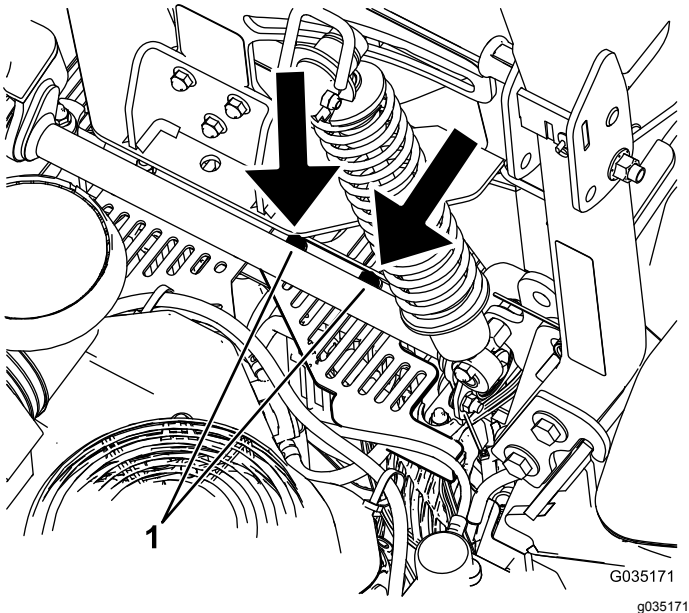

Figura 64
5. Retire la cubierta de la unidad hidráulica después de retirar las 2 tuercas indicadas en Figura 64.